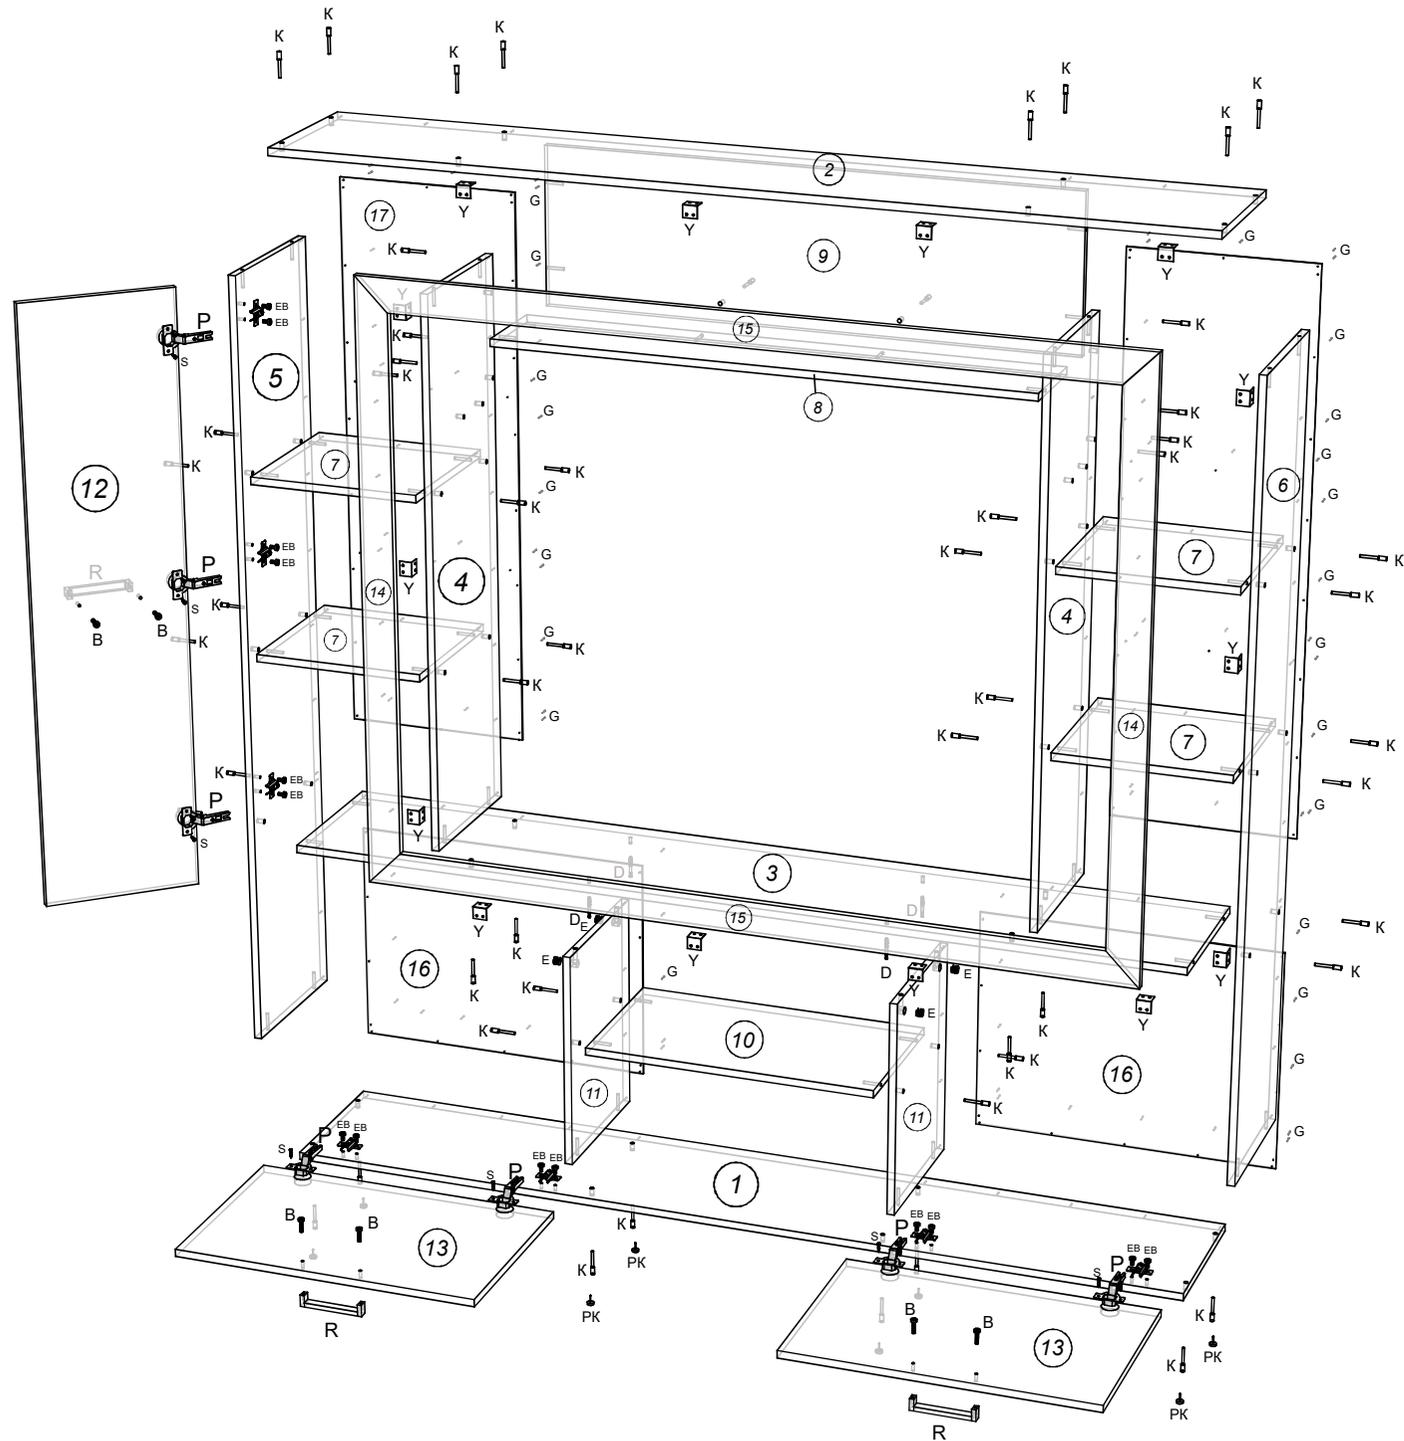

Рис. 2
2. Собираем гостиную как показано на рис. 2, не закрепляя задние стенки.
3. Закрепляем рамку из багетов на уголки, предварительно установленные на корпус гостиной (рис. 2)